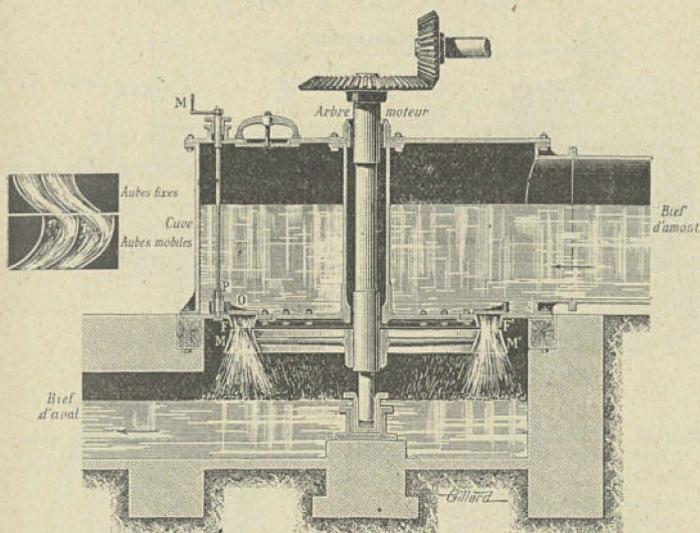

Fig. 17. — Turbine à réaction.
**Turbines à réaction.** — Dans la turbine à réaction, l'eau pénètre avec violence dans la cage de la turbine (*fig. 17*), puis s'en échappe par des ouvertures — *aubes fixes* — ména-